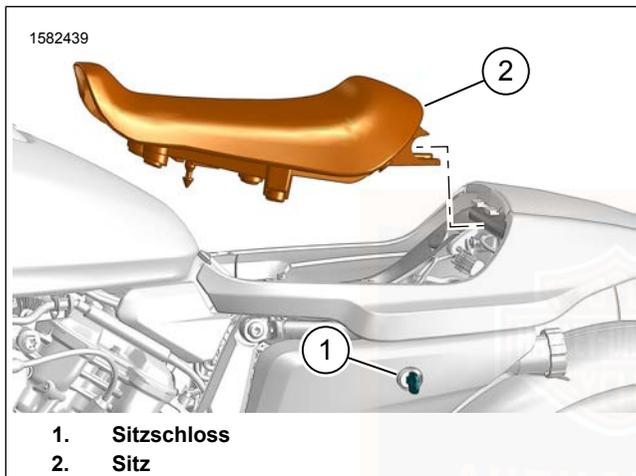

Abbildung 70. Sitz
1. Siehe Abbildung 70. Den Schlüssel in das Sitzschloss (1) stecken.
3. Zum Ausbau den vorderen Teil des Sitzes (2) anheben und gleichzeitig vorwärts bewegen.
1. Siehe Abbildung 70. Den hinteren Teil des Sitzes (2) in seine Position absenken.